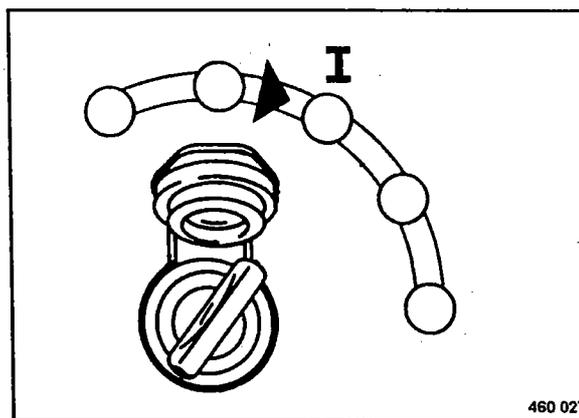

Fig. 38
- Girar la llave de encendido (Fig. 38) a posición "I".